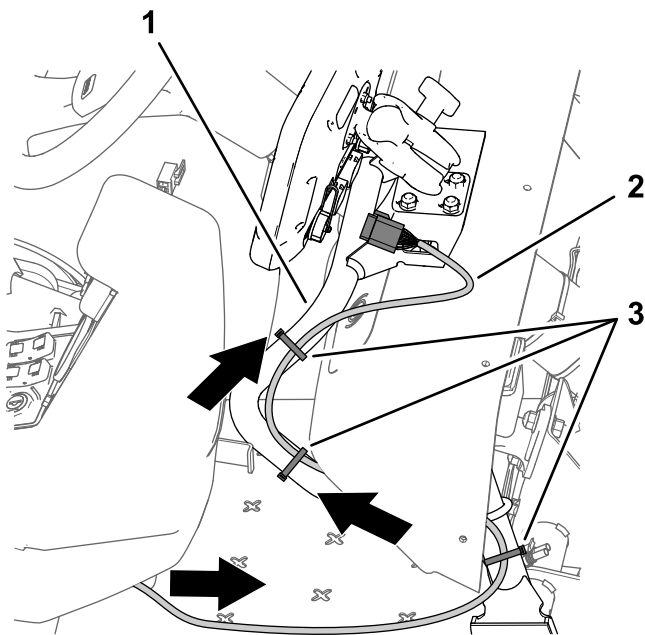

Figura 207
1. Encaminhe a secção com 220 cm da cablagem dos dados (a secção da cablagem com o conector de 26 tomadas) para a frente e por baixo do painel de instrumentos (**Figura 207**).
4. Certifique-se de que a secção com 220 cm da cablagem de dados tem folga suficiente para permitir que o operador do pulverizador ajuste a posição do monitor e prenda a cablagem ao tubo de suporte do monitor com braçadeiras de cabos como se mostra na **Figura 207**.
2. Encaminhe a secção com 220 cm da cablagem de dados ao longo do tubo de suporte do monitor (**Figura 207**).